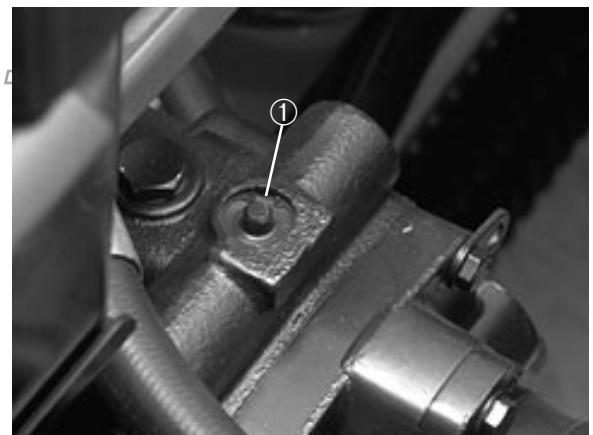

Bild 18
1. Das Bypaßventil befindet sich an der Oberseite der Hydraulikpumpe (Bild 18). Das Ventil um 90° nach links oder rechts drehen, um es zu öffnen und ein internes Umleiten des Öls zu ermöglichen. Da das Öl umgeleitet wird, lässt sich die Maschine—langsam—bewegen, ohne dem Getriebe Schaden zuzufügen.